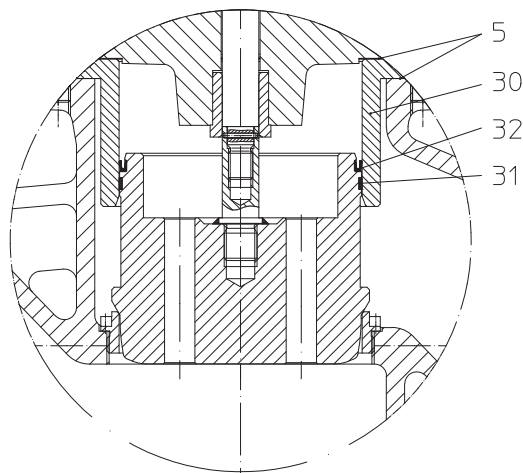

Bild 12: Druckentlastungskegel
- Neue Kolbendichtung (Pos. 32) einsetzen, dabei auf richtige Einbaulage achten (siehe Bild 12).